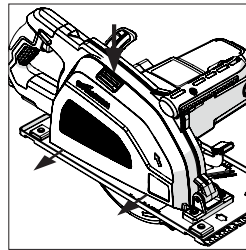
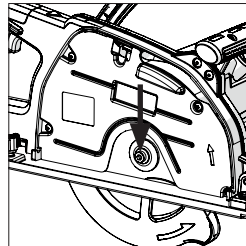

Fig. 3
Fig. 4
- Retire el colector de virutas, **(12)**(**Fig.3**), presionando el botón de liberación, **(13)**, dejando al descubierto el perno de la hoja, **(Fig.4)**.
Para retirar y vaciar el colector de virutas, presione el botón de liberación y sepárelo de la máquina, **(13)**. Vacíe los contenidos del colector de virutas deslizando la puerta hacia arriba, **(Fig. 3)**, vuelque los contenidos en un recipiente para residuos adecuado y deséchelos de forma responsable con el medioambiente.